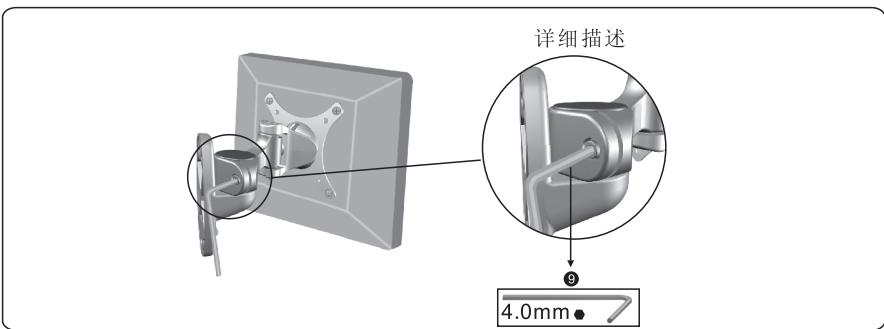

图: 3-3
- 如果需调整显示屏角度，用4mm的内六角扳手松开相应位置的内六角螺栓，选择合适屏幕的角度再拧紧螺栓(如图3-3)。